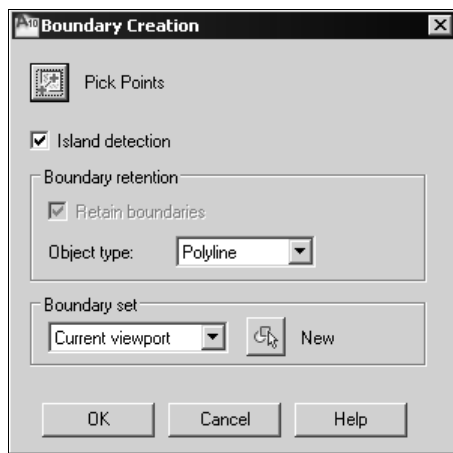

Рис. 10.11. Диалоговое окно создания замкнутого контура
1. Вызовите диалоговое окно **Boundary Creation** (Создание контура) (рис. 10.11) командой **BOUNDARY (КОНТУР)**.